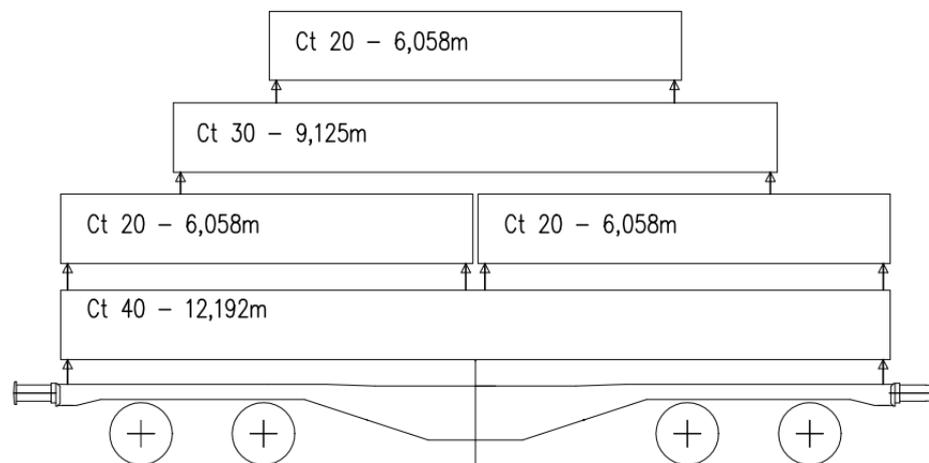

Abb. 2
- Ladeschema der Container (**Abb. 2**)
- Beim Beladen ist das Ladesystem der Container einzuhalten (**Abb. 2**). Die zulässigen Lastgrenzen dürfen auf keinen Fall überschritten werden (**Abb. 1**).
Im Betrieb müssen sich die klappbaren Aufsetzzapfen in der entsprechenden Stellung befinden (aufgeschwenkt/zugeschwenkt), je nach dem gewählten Ladeschema (**Abb. 2**).